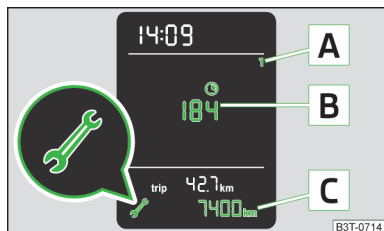

Fig. 30
### Description de l'image » fig. 30
**A** » fig. 30.
Si un entretien est **arrivé à échéance**, l'information suivante » fig. 30 s'affiche pendant environ 10 secondes.